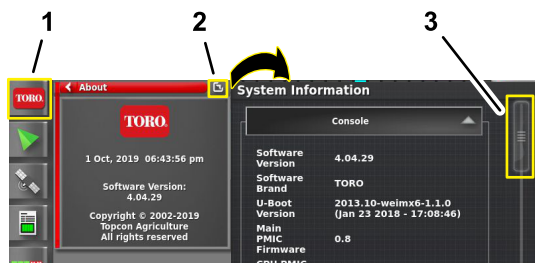

Bild 210
1. Tippen Sie auf das Symbol SYSTEMINFORMATIONEN und wischen Sie dann über das Symbol VOLLBILD in der oberen rechten Ecke des Systeminformationsfensters (Bild 210).